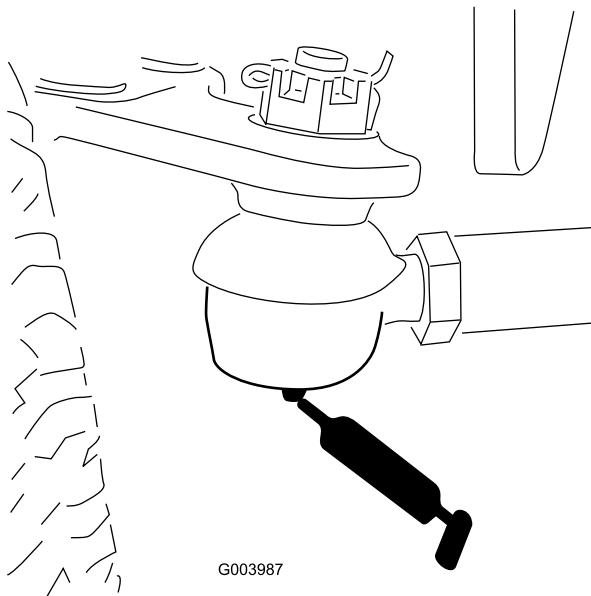

Figure 55
- Biellette d'essieu arrière (2) (Figure 55).